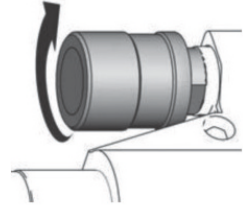

Figura 9 - Regulando a pressão
1. Coloque o controle da pressão (3) no valor mais baixo (figura 9);